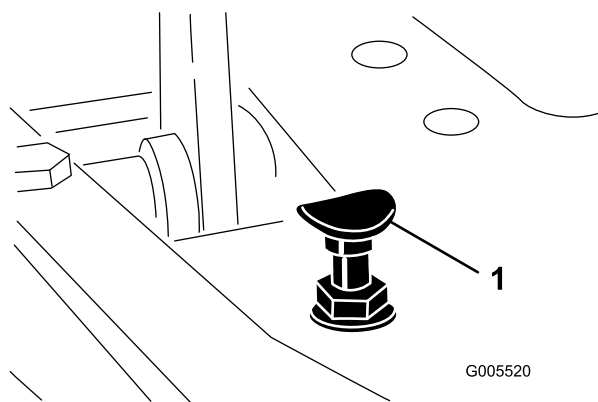

Figure 53
Pour obtenir la vitesse de transport maximale, placez le sélecteur de fonction en position de transport et appuyez sur la pédale de déplacement. Si la pédale touche la butée (Figure 53) avant que la tension soit ressentie sur le câble, un réglage est requis.
1. Placez le sélecteur de fonction à la position de transport et desserrez le contre-écrou de fixation de la butée de pédale au plancher (Figure 53).